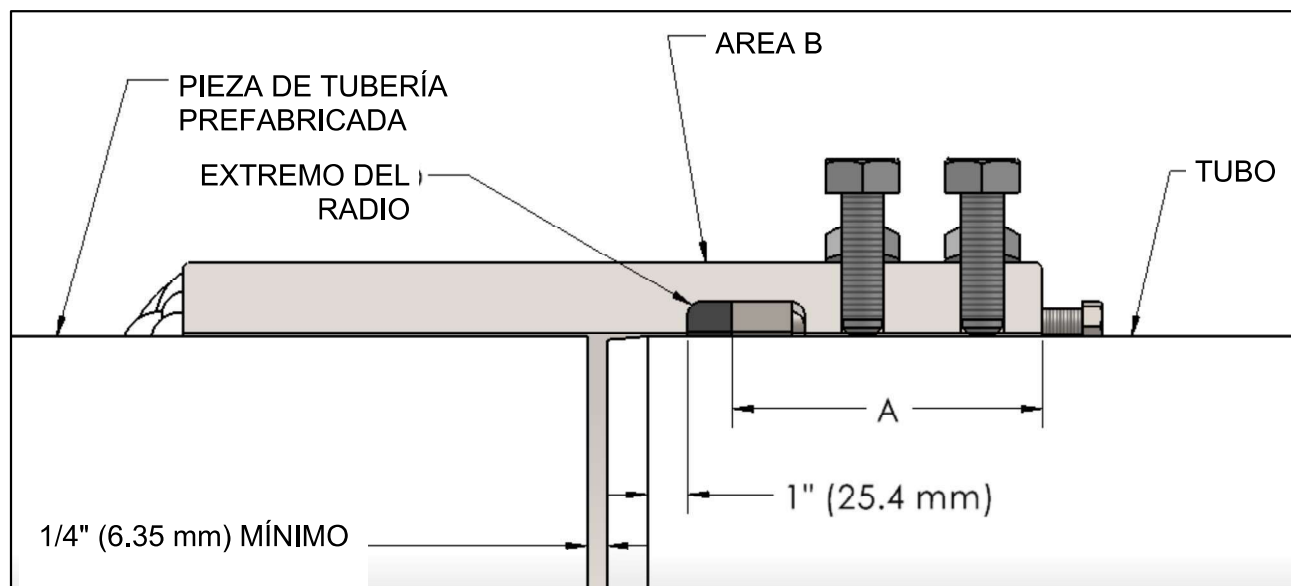

Figura 4
5. Mida y registre la dimensión "A", como se muestra en la Figura 4. Esto se necesitará más adelante si el acoplamiento "PLIDCO Riser Weld+End" se suelda al tubo.
7. Deslice el acoplamiento "Riser Weld+End" sobre el extremo del tubo al que se unirá mecánicamente hasta que se toque fondo contra el tubo soldado. A continuación, retroceda el acoplamiento soldable para tubos ascendentes "Riser Weld+End" de la tubería al menos 1/4" (6.35 mm). El extremo del tubo o el inicio del bisel piloto en el extremo mecánico debe estar más allá de la ranura del sello en por lo menos 1" (25.4 mm), como se muestra en la Figura 4.